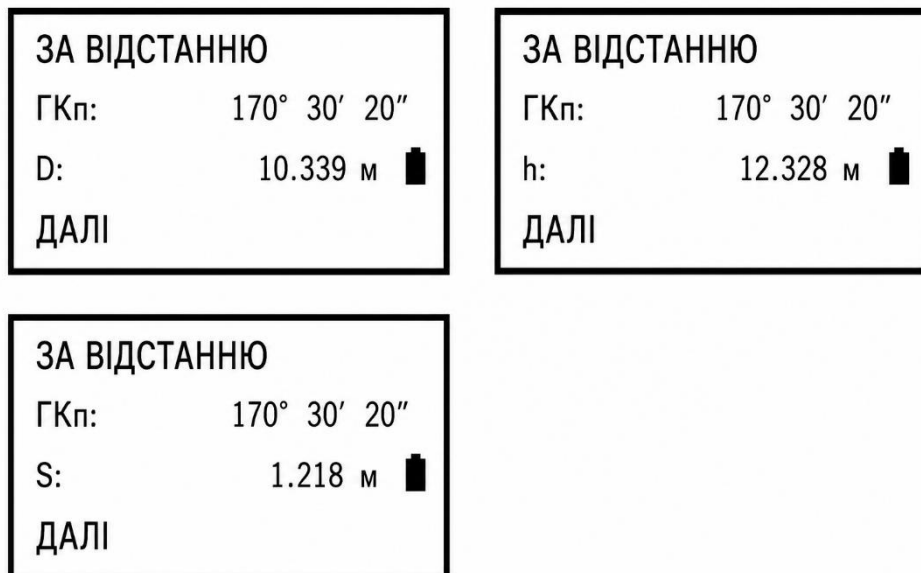

Рисунок 12.5 – Результати вимірювання із зміщенням за відстанню
- після цього результат з доданим зміщенням буде показаний на дисплеї (рис. 12.5);